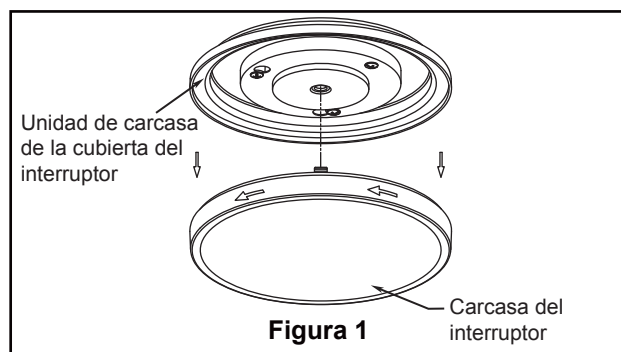

Figura 1
- ☐ 1. Extraiga la carcasa del interruptor de la unidad de la carcasa de la cubierta del interruptor girándola en el sentido contrario a las agujas del reloj. Guarde la cubierta del interruptor para el Paso 6. (Figura 1)